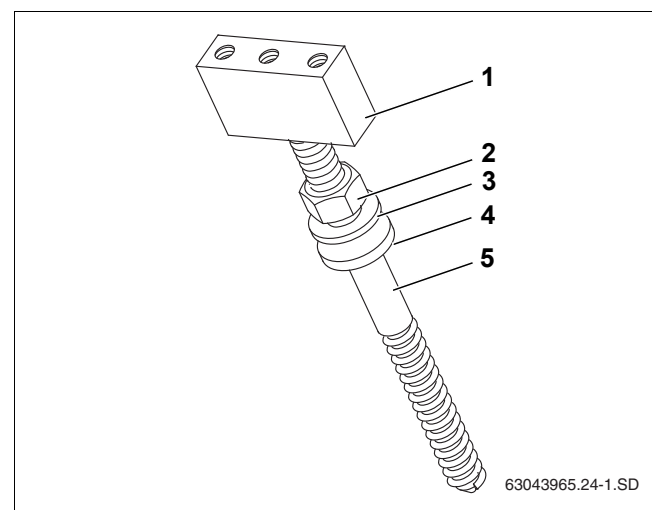

Рис. 23 Порядок сборки шпильки
- ▶ При монтаже шпилек соблюдайте последовательность сборки (рис. 23).
- ▶ Заверните до упора бобышку (рис. 23, поз. 1) на шпильке (рис. 23, поз. 5).